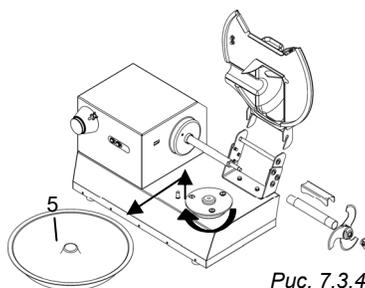

Рис. 7.3.4
- Поднимите и снимите чашу Рис. 7.3.4